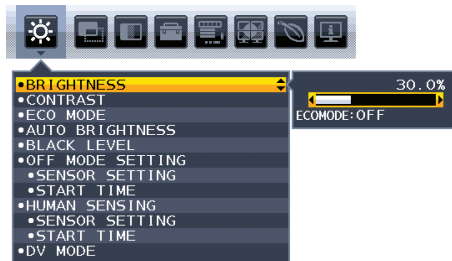

Figura 3
2. Impostare un livello per condizioni di scarsa illuminazione ambientale. Questo è il livello di luminosità minimo che il monitor assumerà quando l'illuminazione ambientale è meno intensa. Accertarsi di impostare questo valore quando nella stanza vi è il grado minimo di luminosità. Quindi, con i pulsanti sulla parte anteriore del monitor, spostare il cursore sull'opzione [LUMINOSITÀ] e scegliere il grado di luminosità desiderato (Figura 3).